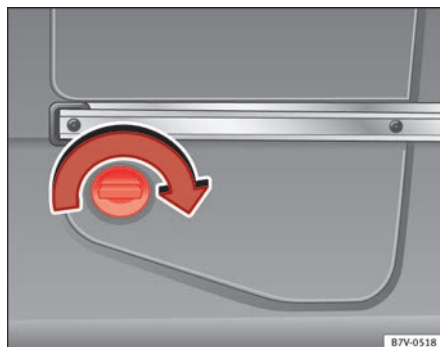

Fig. 164 Na parte traseira esquerda do porta-bagagens: depósito de AdBlue, atrás de uma cobertura.
- Rode o fecho rápido da cobertura no sentido dos ponteiros do relógio ⇒ Fig. 164 e abra a cobertura para a frente.